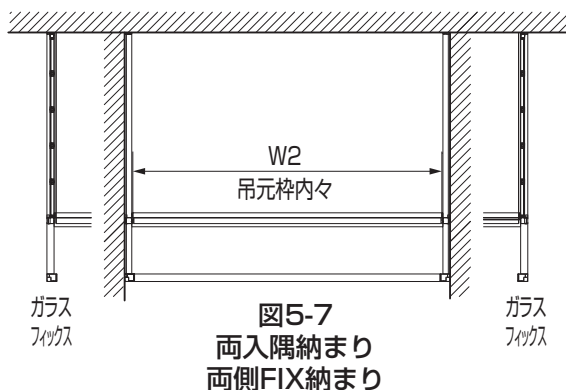

図5-7
- ① 納まりに合わせて寸法W1とD1を計測してください。(図5-1～図5-7参照)
- ①納まりに合わせて寸法W1とD1を計測してください。(P.13の図5-1～図5-7参照)